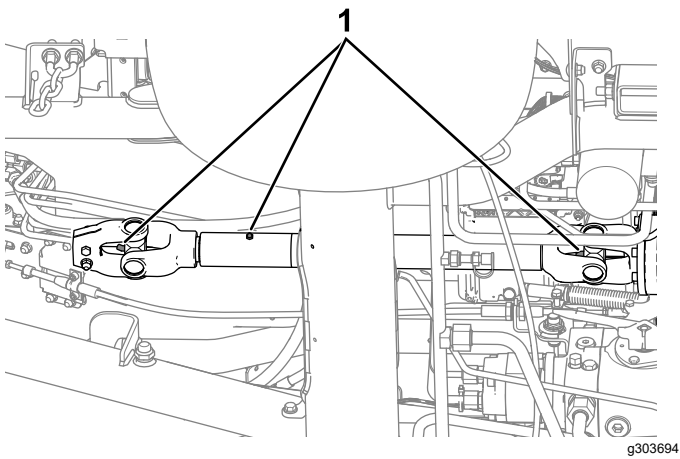

Bild 49
- Zapfwellen-Antriebswelle (Bild 49)